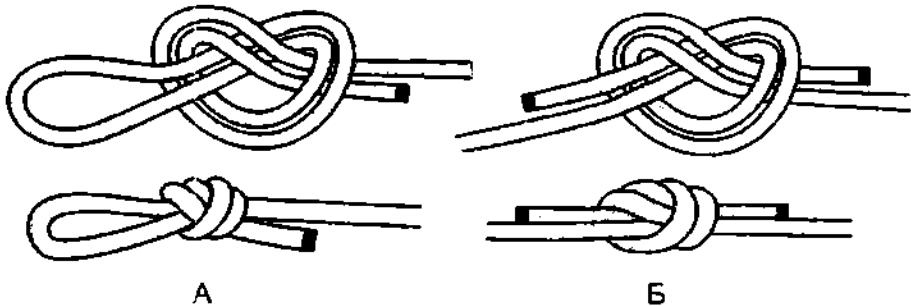

Рис. 257. Узел проводника (А) и встречный узел (Б) для связывания двух концов верёвок.
**Дубовая петля** представляет собой **простой узел**, завязанный сдвоенной верёвкой и образующий незатягивающуюся петлю (рис. 257). Это, пожалуй, самая распространённая петля из всех незатягивающихся петель. **Дубовая петля** быстро вяжется — она может быть завязана даже одной рукой, на завязывание петли уходит мало верёвки, но **дубовая петля** очень сильно затягивается и трудно развязывается, особенно на мокрой верёвке.